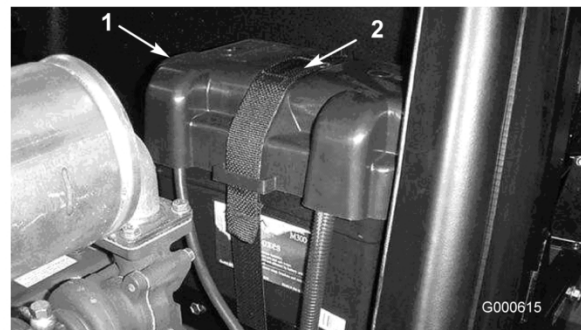

Figura 38
2. Retire la correa y la cubierta de la batería (Figura 38).